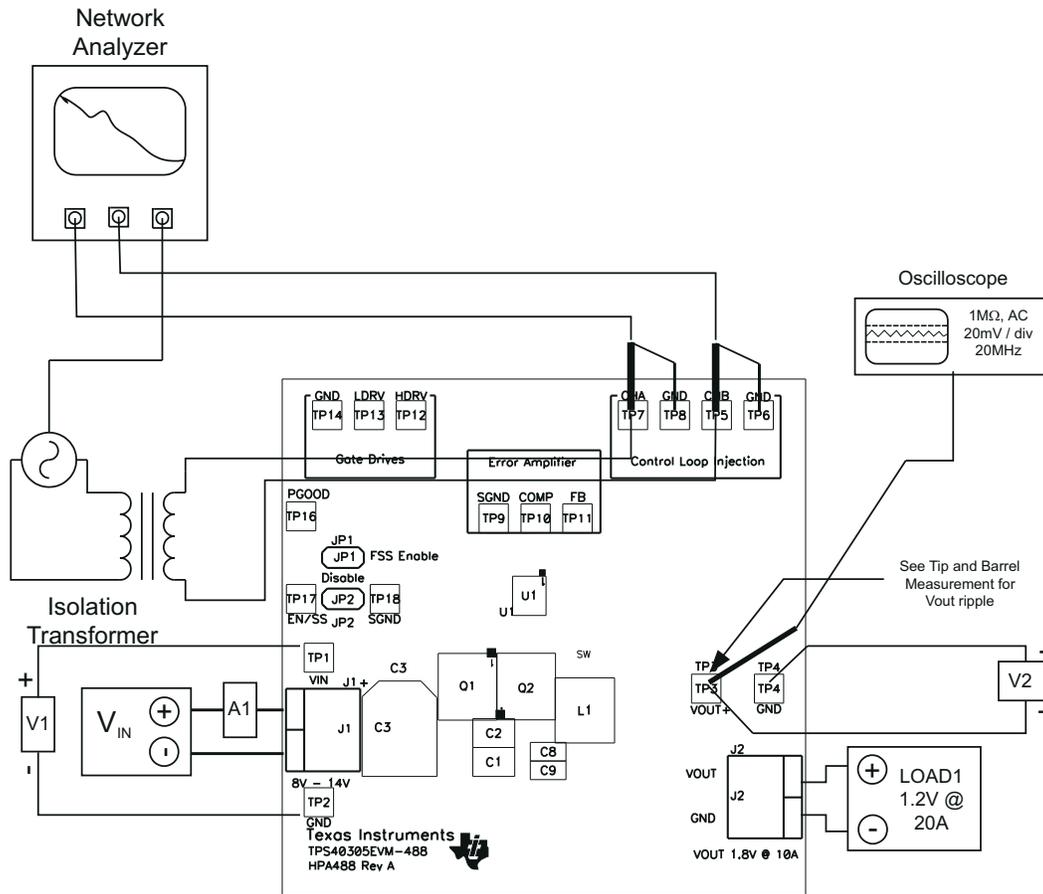

图 5-3. 控制环路测量设置
TPS40305EVM-488 提供四个用于测量控制环路频率响应的测试点 (两个信号测试点, 两个接地测试点)。这使用户能够在不修改评估板的情况下测量实际模块环路响应。可以在 TP5 和 TP7 之间注入高达 30mV 的变压器隔离信号。注入信号的幅度可通过 CHA (TP7) 上的交流耦合幅度进行测量, 产生的输出电压偏差可在 CHB (TP5) 上测量。更多详细信息, 请参阅图 5-3。
2. 将 1kHz 至 1MHz 隔离变压器连接到 TP5 和 TP7，如图 5-3 所示。
3. 将输入信号幅度测量探头 (通道 A) 连接到 TP7，如图 5-3 所示
4. 将输出信号幅度测量探头 (通道 B) 连接到 TP5，如图 5-3 所示。
5. 将通道 A 和通道 B 的接地引线连接到 TP6 和 TP8，如图 5-3 所示